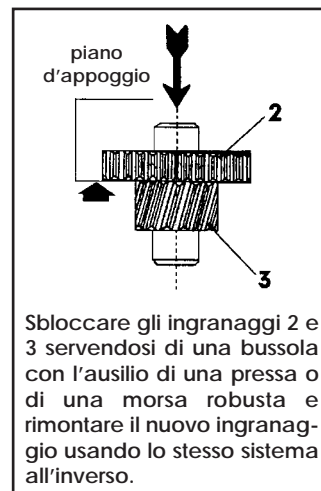

fig. 3
- 9) Qualora sia necessario smontare delle ruote dentate piantate sull'albero con interferenza procedere come indicato in fig. 3 avendo cura in fase di montaggio della nuova ruota dentata di inserirla centrandola perfettamente sull'albero per ottenere un piantaggio corretto.